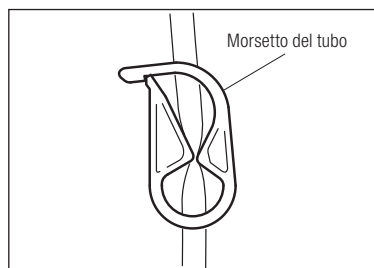

Fig.8
- 1) Chiudere il morsetto del tubo, tra l'ago del tubo di irrigazione e la pompa di irrigazione. (Fig.8)